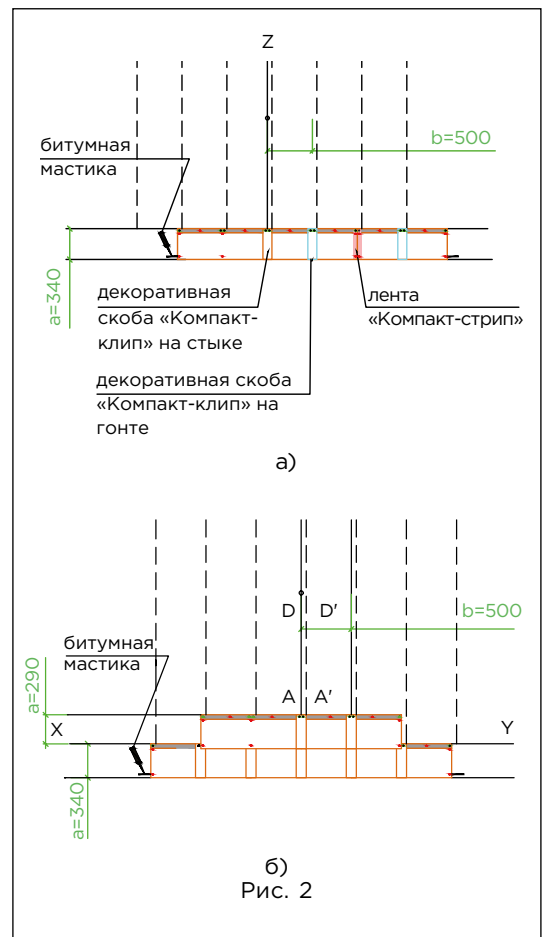

Рис. 2
Укладка материала (рис. 2)
- укладка черепицы начинается от линии AD, при этом ее верхний край выравнивается по линии XY (рис. 2а);
- листы первого ряда укладываются встык и фиксируются: тремя гвоздями по нижнему краю, отступив от длинной стороны на расстояние 30 мм, а от короткой стороны 20 мм; тремя гвоздями над ними, отступив от верхнего края листа 70 мм; двумя гвоздями в клеевую полосу на одинаковом расстоянии от краев и друг от друга (рис. 2а);
- правая сторона скобы «Компакт-клип» выравнивается по линии A'D' и фиксируется двумя гвоздями через специальные отверстия (рис. 2а), таким образом на один гонт черепицы приходится 12 шт. гвоздей;
- листы второго ряда черепицы укладываются от линии Z, их нижний край выравнивается по линии, параллельной XY; каждый лист фиксируется тремя гвоздями в 30 мм от нижней стороны; стыки и середина каждого листа закрываются декоративными скобами «Компакт-клип», которые также фиксируются двумя гвоздями (рис. 2б);
Для крепления гибкой черепицы используются гвозди из нержавеющей стали улучшенного прилегания (ершенные) с гладкими широкими шляпками. Каждый лист закрепляется восемью гвоздями в штатных местах и четырьмя гвоздями для крепления «Компакт-клип», в соответствии с рекомендациями, приведенными выше (рис. 2б).
Данная фиксация гвоздями действительна для всех уклонов от 12° до 90° (рис. 2б).